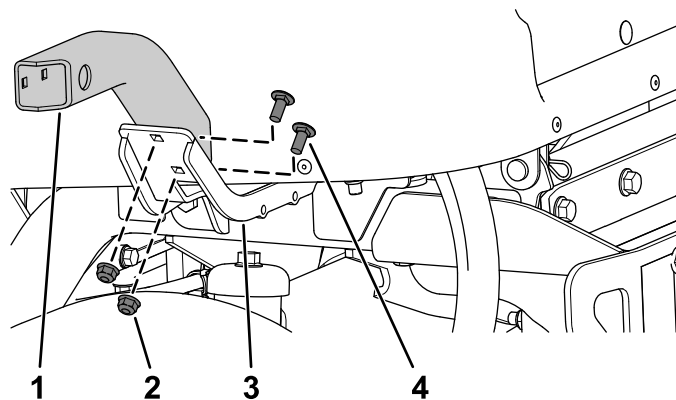

Figure 18
4. Fixez le support court gauche au support de montage gauche à l'aide de 2 boulons de carrosserie ($\frac{5}{16}$ " x $\frac{3}{4}$ ") et 2 écrous à embase ($\frac{5}{16}$ "), comme montré à la Figure 18.